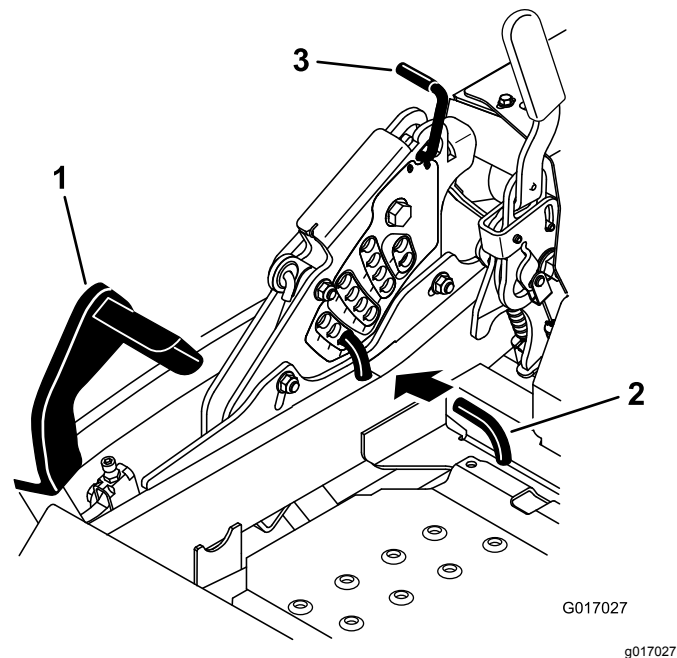

Figura 91
5. Empuje el pedal de elevación de la carcasa hacia delante del todo; la carcasa se enganchará en la posición de transporte de 14 cm (5½") (Figura 91).